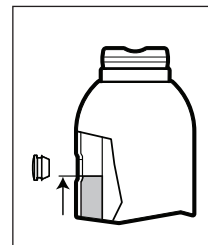
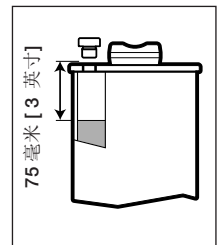

图 5 - 油位，除 GBJ100 之外的所有型号
图 6 - 油位，仅限型号 GBJ100
3. 除 GBJ100 之外的所有型号：将油加注到油位与加油口的底部边缘大致齐平为止。见图 5。
4. 仅限型号 GBJ100：将油加注到油位大约低于加油口 75 毫米 [3 英寸] 为止。见图 6。
小心：不要过量加油！在滑枕完全收缩并且千斤顶位于垂直位置的情况下，油位不应高于如图 5 或图 6（在适用于您的千斤顶型号时）所示的位置。